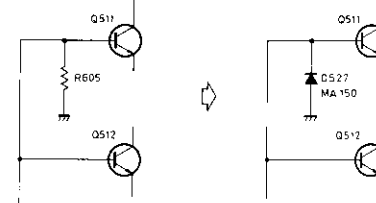

Fig. 4
- Resistor R605 connected to both bases of Q511 and Q512 on the level indicator circuit has been replaced by diode MA150 (symbol number D527). (Fig. 4)
- La résistance R605 commune à la base de Q511 et Q512 sur le circuit indicateur de niveau est remplacée par la diode MA150 (symbole No. D527). (Fig. 4)